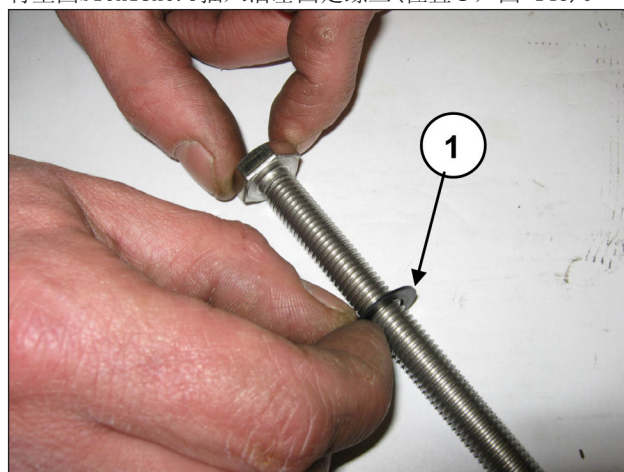

图 146
将垫圈010x18x0.9插入活塞固定螺丝(位置①, 图 146)。